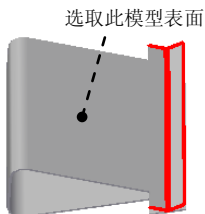
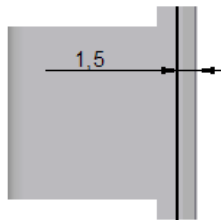

图 4.8.16 折弯特征 3
图 4.8.17 绘制折弯线
Step5. 创建图 4.8.16 所示的折弯特征 3。
(1) 选择命令。单击“主页”功能选项卡“钣金”工具栏中的“折弯”按钮。
(2) 绘制折弯线。选取图 4.8.16 所示的模型表面为草图平面，绘制图 4.8.17 所示的折弯线。